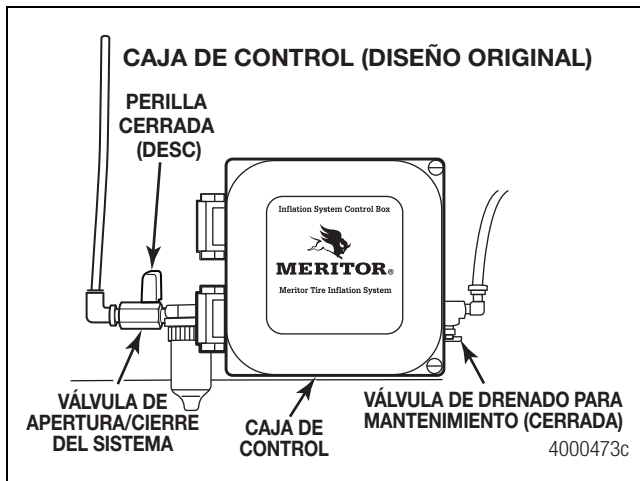
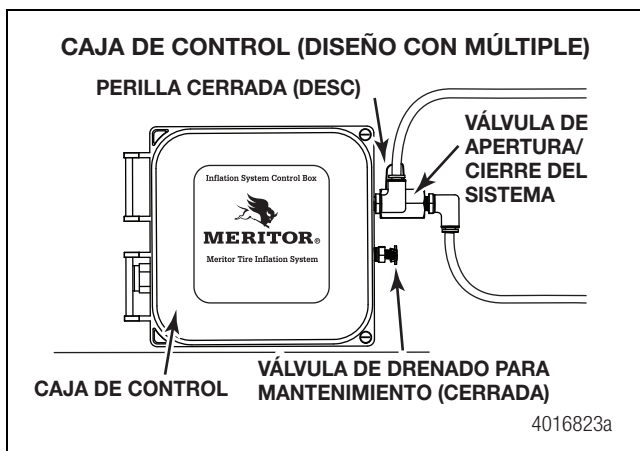

Figura 5.8
Figura 5.9
1. Gire a la posición de cierre la válvula de bola de la línea de suministro ubicada en la caja de control para detener el suministro de aire al sistema. Cuando la válvula de bola de la línea de suministro está cerrada, la perilla está en posición perpendicular al cuerpo de la válvula. Figura 5.8 y Figura 5.9.
2. Gire el grifo de purga para abrirlo y purgar el aire a presión del sistema. Figura 5.8.